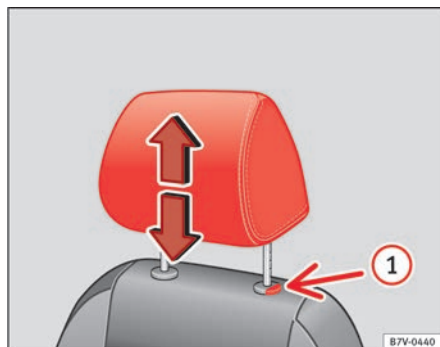
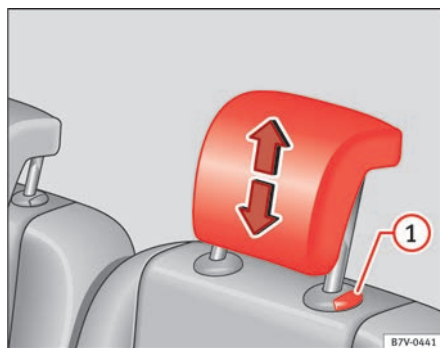

Fig. 84 Ajustar os encostos de cabeça dianteiros.
Fig. 85 Ajustar os encostos de cabeça traseiros.
- Desbloqueie o encosto de cabeça no sentido da seta, para cima ou para baixo ao mesmo tempo que pressiona o botão ⇒ Fig. 84 ① ou ⇒ Fig. 85 ① ⇒ ⚠.